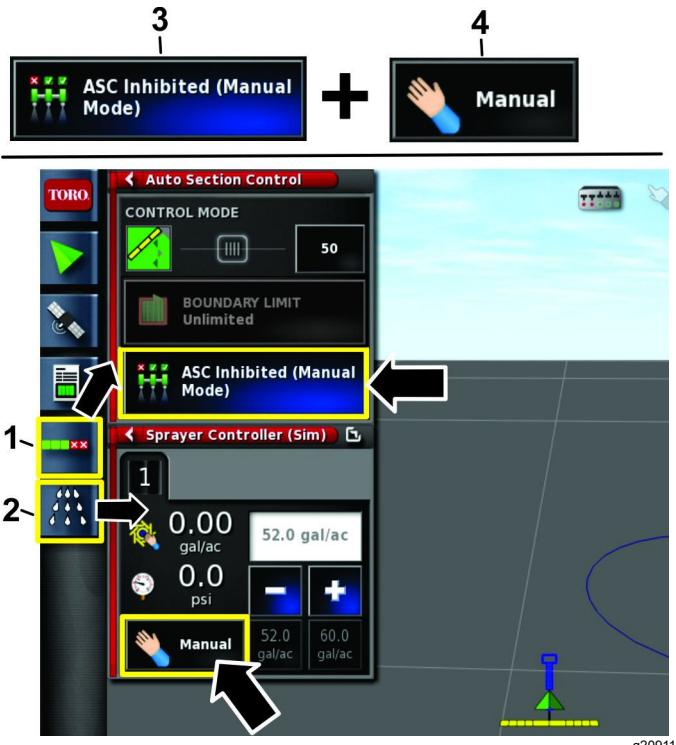

Figura 25
1. Seleccione el icono de configuración de control de selección automática y el icono del controlador del fumigador (Figura 25).
2. Seleccione el control de caudal en la posición MANUAL (Figura 25).